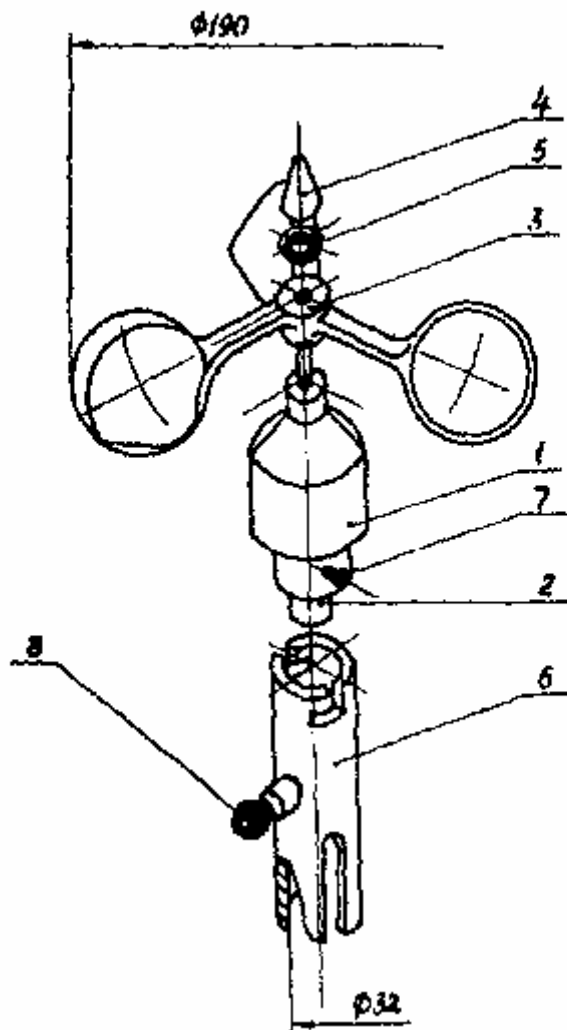
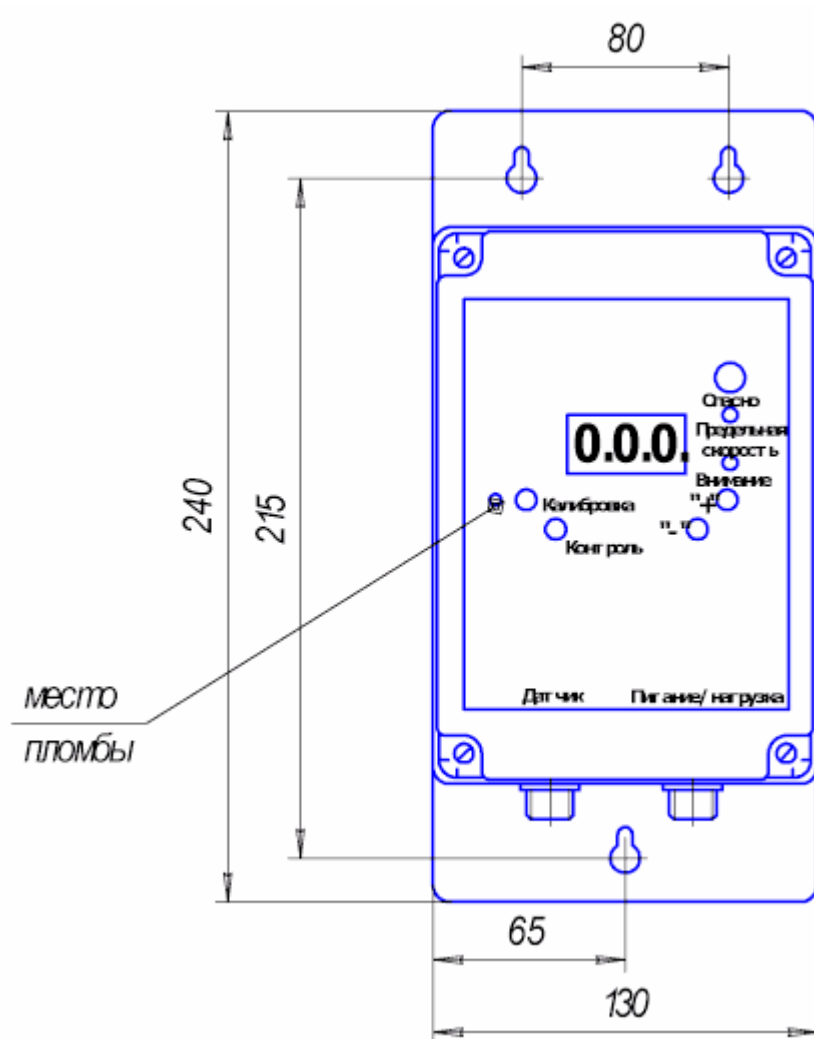

Рис.1
Рис. 2
2.17. Установочные и присоединительные размеры приведены на рис. 1 и рис. 2
4.1. Анемометр (см. рис. 1, 2) состоит из датчика скорости ветра, блока контроля, кабеля (соединительного, питания и нагрузки)
4.2.1. Датчик скорости ветра (Рис. 1) состоит из преобразователя 1, в нижней части которого находится разъем 2 для подключения соединительного кабеля. На ось преобразователя устанавливается крыльчатка 3 и фиксируется гайкой 4 через уплотнительную шайбу 5. Собранные таким образом детали датчика помещаются в специальную трубу 6 и зажимаются винтами 7. Для крепления датчика на объекте используется стопорный винт 8
#### 4.2.2. Блок контроля (Рис.2)
На передней панели расположены трехразрядное цифровое табло; световые индикаторы: «ОПАСНО», «ПРЕДЕЛЬНАЯ СКОРОСТЬ», «ВНИМАНИЕ»; звуковой сигнализатор; кнопки «КОНТРОЛЬ», «КАЛИБРОВКА», «+», «-». После заводской регулировки прибор опечатан. Место установки пломбы поз.1 на рис. 2
6.1.2. Произвести сборку датчика скорости ветра, для чего к разъему - 2 датчика - 1 (Рис. 1) подсоединить соединительный кабель, предварительно пропустив его через трубу - 6, и закрепить корпус преобразователя к трубе двумя винтами - 7; затем установить на ось преобразователя - 1 крыльчатку - 3 и закрепить ее специальной конической гайкой - 4, предварительно установив уплотнительную шайбу - 5
6.1.3. Проверить исправность блока контроля и работу совместно с датчиком, для чего: подключить кабель к разъему блока контроля, вилку кабеля питания включить в сеть 220 В (при питании постоянным током подключить провода питания к сети  $\pm 24$  В или  $\pm 12$  В). Проверить значения уставки по предельной скорости ветра и функционирование сигнализации. Для этого нажать кнопку «КОНТРОЛЬ» (рис.2. На табло высветиться значение уставки и произойдет срабатывание сигналов «ВНИМАНИЕ», «ПРЕДЕЛЬНАЯ СКОРОСТЬ», «ОПАСНО». Убедившись в исправности, отжать кнопку «КОНТРОЛЬ» Время нажатия не должно превышать 3сек